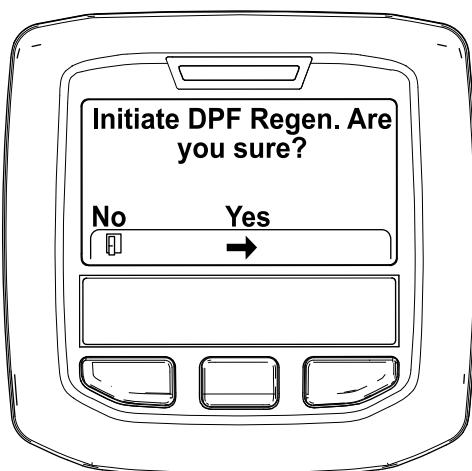

図 51
4. Initiating DPF Regen DPF 再生開始 Are you sure?というメッセージが表示されるので、中央ボタンを押す図 51。